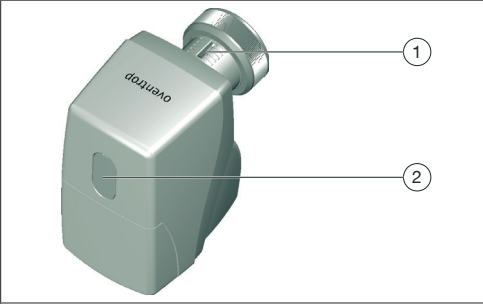
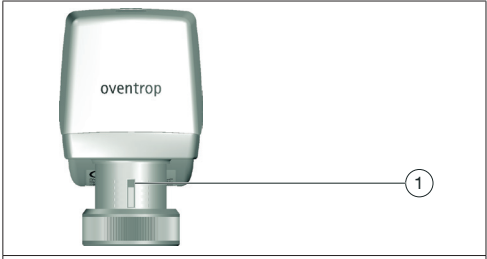

Fig. 7: Affichage de la position de la levée et cache de la tige du robinet
Fig. 8: Position supérieure de la levée
Dispositif de réglage manuel	Uniquement à l'état hors tension ! Tige de réglage pour clé Allen sous le cache (position 2, Fig. 7), surplat 4 mm
- Si le moteur ne se trouve pas en position supérieure de la levée (voir position (1), Fig. 8) : Ouvrir le cache pour réglage manuel (tige de réglage) (voir position 2, Fig. 7) et, à l'aide d'une clé Allen (surplat 4 mm), amener le moteur en position supérieure de la levée.